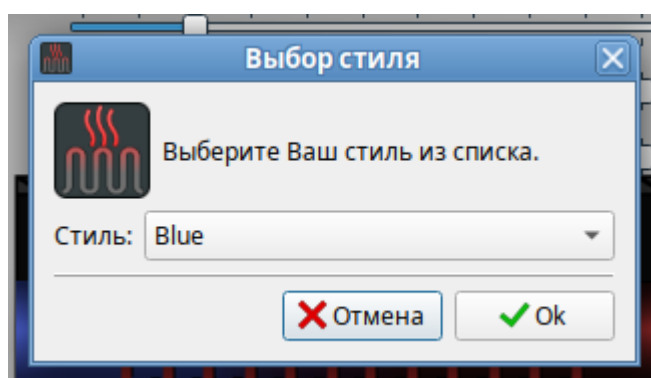

Рис. 22
- дважды щелкнуть левой кнопкой мыши по данному полю. При этом откроется окно «Выбор стиля» (рис. 22).